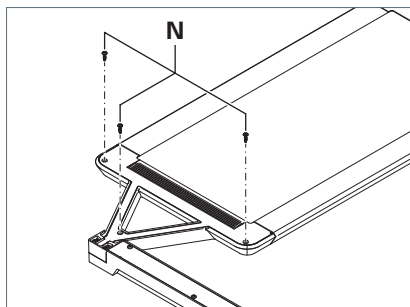

Fig. 18: Visser le recouvrement.
2. Vissez le recouvrement avec les trois vis **N**, voir Fig. 18.